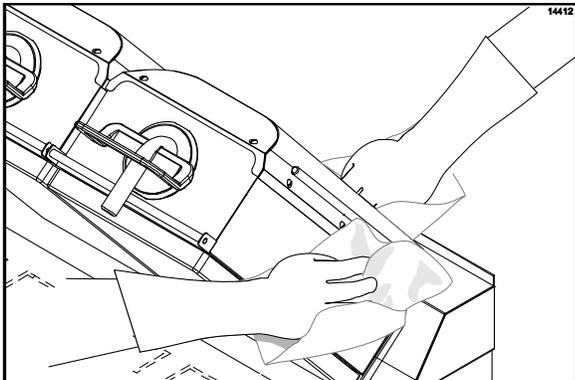

Figura 102
31. Enjuague el frente, los costados y la parte trasera de las superficies de las placas, usando un paño para parrillas limpio mojado con solución desinfectante, comenzando por la placa derecha y terminando con la izquierda. (Vea la figura 102.)